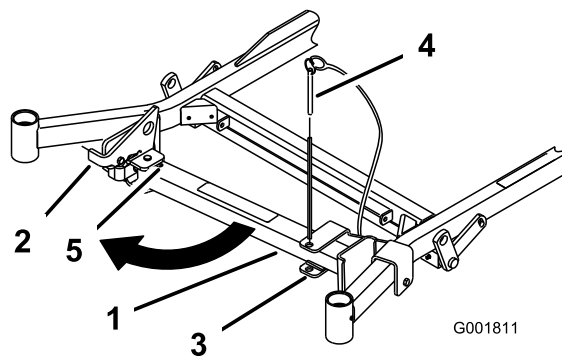
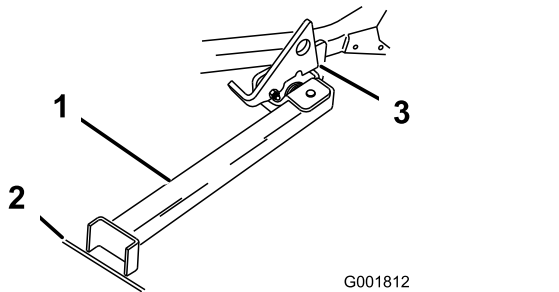

Figure 42
Figure 43
2. Retirez la goupille du support (Figure 42).
- Dépliez le pied du support et poussez le support vers la machine en l'engageant dans le bas de la fente (Figure 42 et Figure 43).
- Posez le pied du support sur le sol et appuyez le verrou sur la languette de pivot (Figure 43).
Remarque: Pour obtenir des résultats optimaux, placez le pied du support dans des fissures du trottoir ou dans la pelouse (Figure 43).
- Conduisez la machine sur le support. Arrêtez-vous quand le verrou retombe sur la languette en position verrouillée (Figure 43).
- Ramenez le support à sa position de repos (Figure 42).